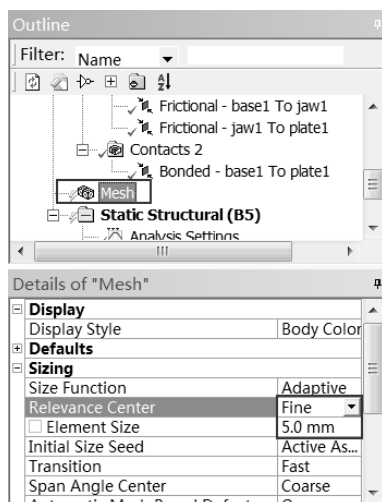

图 13-65 生成网格
Step1：选择 Mechanical 界面左侧 Outline(分析树)中的 Mesh 选项，此时可在 Details of “Mesh” (参数列表) 中修改网格参数，如图 13-65 所示，在 Sizing 的 Relevance Center 中设置为 Fine，在 Element Size 中输入 5mm，其余采用默认设置。